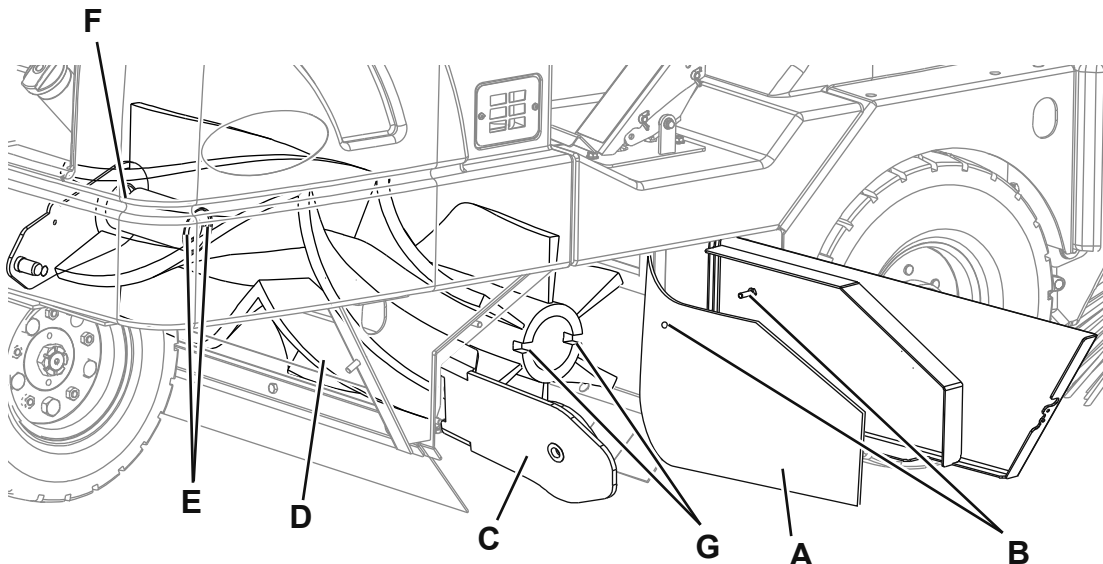

Abbildung 2
3. Zündschlüssel (57) drehen und Gerät einschalten.
4. Hauptkehrwalze mit dem Hebel (53) absenken.
5. Zündschlüssel (57) in Stellung „O“ drehen und Gerät ausschalten.
6. Rechte Abdeckplatte (18) öffnen.
7. Die seitliche Schmutzfangklappe (A, Abb. 2) beiseite drücken und am Haltestift (B) befestigen.
8. Aggregat des Lenkhebels (C) vom Kern der Hauptkehrwalze (D) abnehmen.